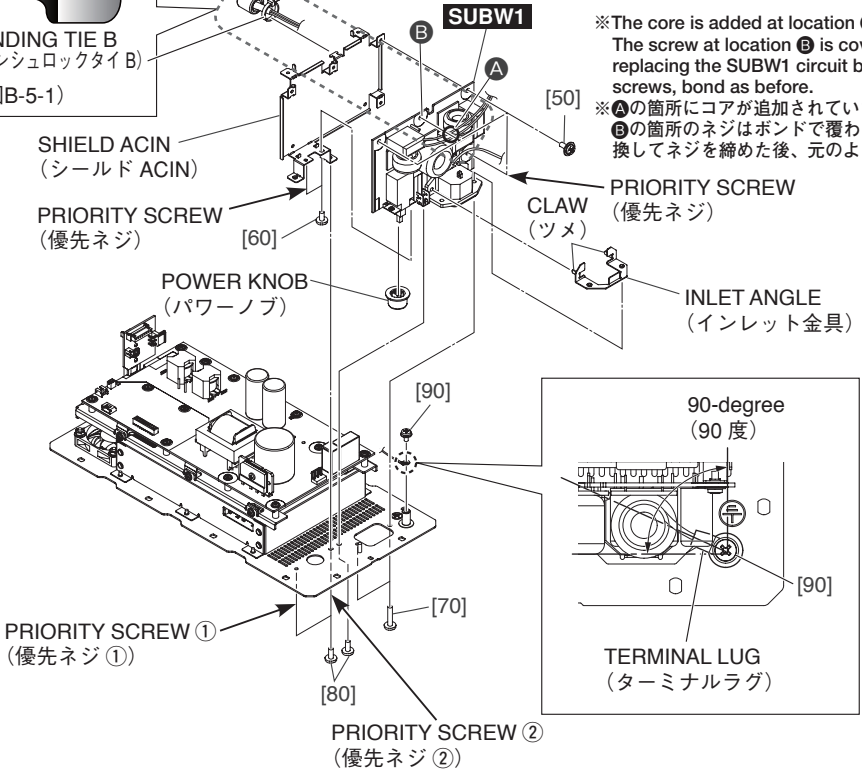

Fig. B-5 (図B-5)
B-6-4 Remove the two (2) screws marked [70], three (3) screws marked [80] and the screw marked [90]. The shield ACIN can then be removed together with the SUBW1 circuit board. (Fig. B-5)
- * **When installing the shield ACIN, first tighten the two (2) priority screws in order as shown in Fig. B-5.**
- * **When installing the screw marked [90], tighten so that the terminal lug points within the 90-degree range as shown in Fig. B-5.**
B-6-4 [70] のネジ 2 本と [80] のネジ 3 本、[90] のネジ 1 本を外して、SUBW1 シートと共にシールド ACIN を外します。(図 B-5)
- ※ シールド ACIN を取り付けるときは、優先ネジ 2 本を図に示す順番で先に締めてください。(図 B-5)
- ※ [90] のネジを取り付けるときは、ターミナルラグの向きが図の通り 90 度の範囲となるように締めてください。(図 B-5)
- B-6-5 Remove the four (4) screws marked [50] and two (2) screws marked [60]. The SUBW1 circuit board can then be removed from the shield ACIN. (Fig. B-5)
- * **Be sure to remove binding tie B. Install as before binding tie B was removed. (Fig. B-5, Fig. B-5-1)**
- * **When installing the SUBW1 circuit board, first tighten the two (2) priority screws as shown in Fig. B-5.**
- B-6-6 Remove the power knob from the SUBW1 circuit board. (Fig. B-5)
- B-6-7 Straighten the two claws of the inlet angle and remove the inlet angle from the SUBW1 circuit board. (Fig. B-5, Photo B-1)
- * **The power knob and the inlet angle are not parts of the SUBW1 circuit board. When replacing the SUBW1 circuit board, remove the power knob and the inlet angle from the SUBW1 circuit board and install them to the new circuit board. (Fig. B-5)**
- B-6-5 [50] のネジ 4 本と [60] のネジ 2 本を外して、シールド ACIN から SUBW1 シートを外します。(図 B-5)
- ※ インシュロックタイ B を必ず外してください。取り付けるときは、インシュロックタイ B を取り外すと同じように取り付けてください。(図 B-5、図 B-5-1)
- ※ SUBW1 シートを取り付けるときは、図に示す優先ネジ 2 本を先に締めてください。(図 B-5)
- B-6-6 SUBW1 シートからパワーノブを外します。(図 B-5)
- B-6-7 インレット金具のツメ 2 箇所をまっすぐに伸ばして、SUBW1 シートからインレット金具を外します。(図 B-5、写真 B-1)
- ※ パワーノブとインレット金具は、SUBW1 シートの構成部品ではありません。SUBW1 シートを交換する際には、SUBW1 シートからパワーノブとインレット金具を取り外して、新しいシートに取り付けてください。(図 B-5)